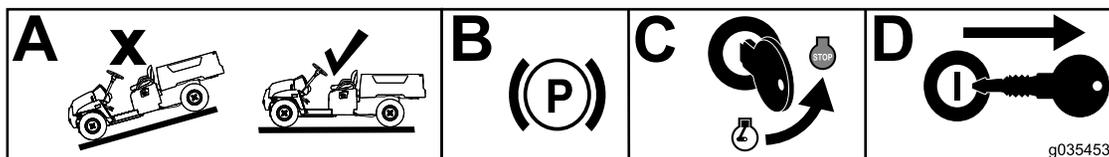

图1
1. 将机器移到水平地面上 (图1 的 A 框)。
2. 接合驻车刹车 (图1 的 B 框)。
3. 关闭发动机 (图1 的 C 框)。
4. 从点火开关上拔下钥匙 (图1 的 D 框)。